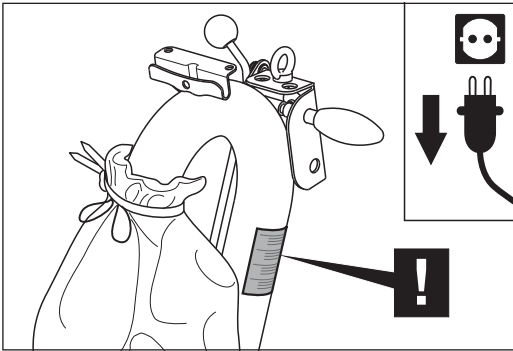

Abb. 43 Den Warnhinweis am Führungrohr beachten!
- Beachten Sie den Warnhinweis am Führungrohr (Abb. 43)!